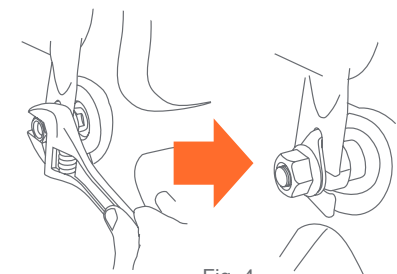

Fig. 4
- 4) • Posicione la rueda correctamente. Ponga las tuercas en el eje y atorníllelas con una llave inglesa abierta o de pipa. Apriételes hasta que sienta bastante resistencia. La rueda debe quedar fija (Fig. 4).